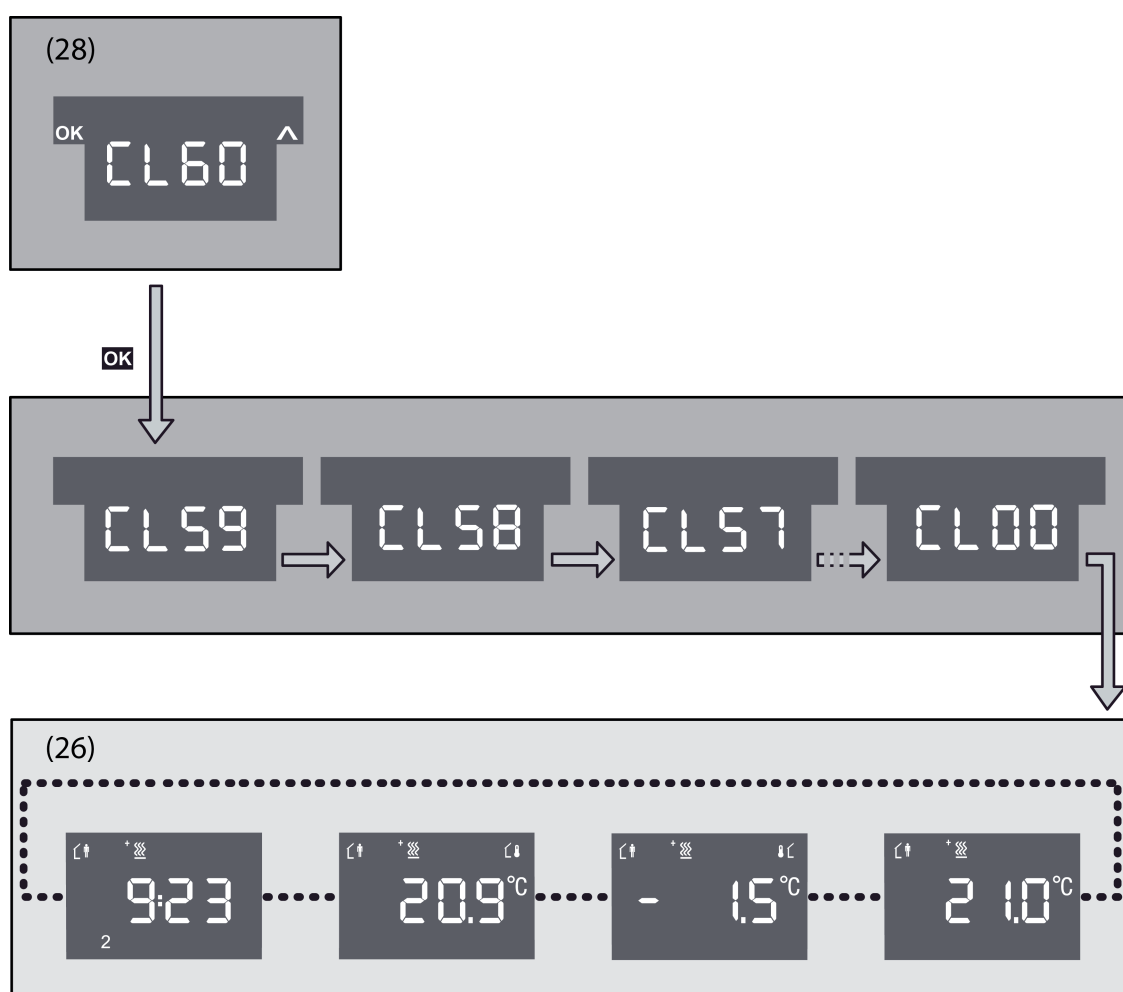

Figure 10: Sous-menu de la fonction de nettoyage
- La touche d'écran droite  permet de sélectionner l'option de menu **CL60** (28) pour la fonction de nettoyage si ce n'est pas encore le cas (figure 10).